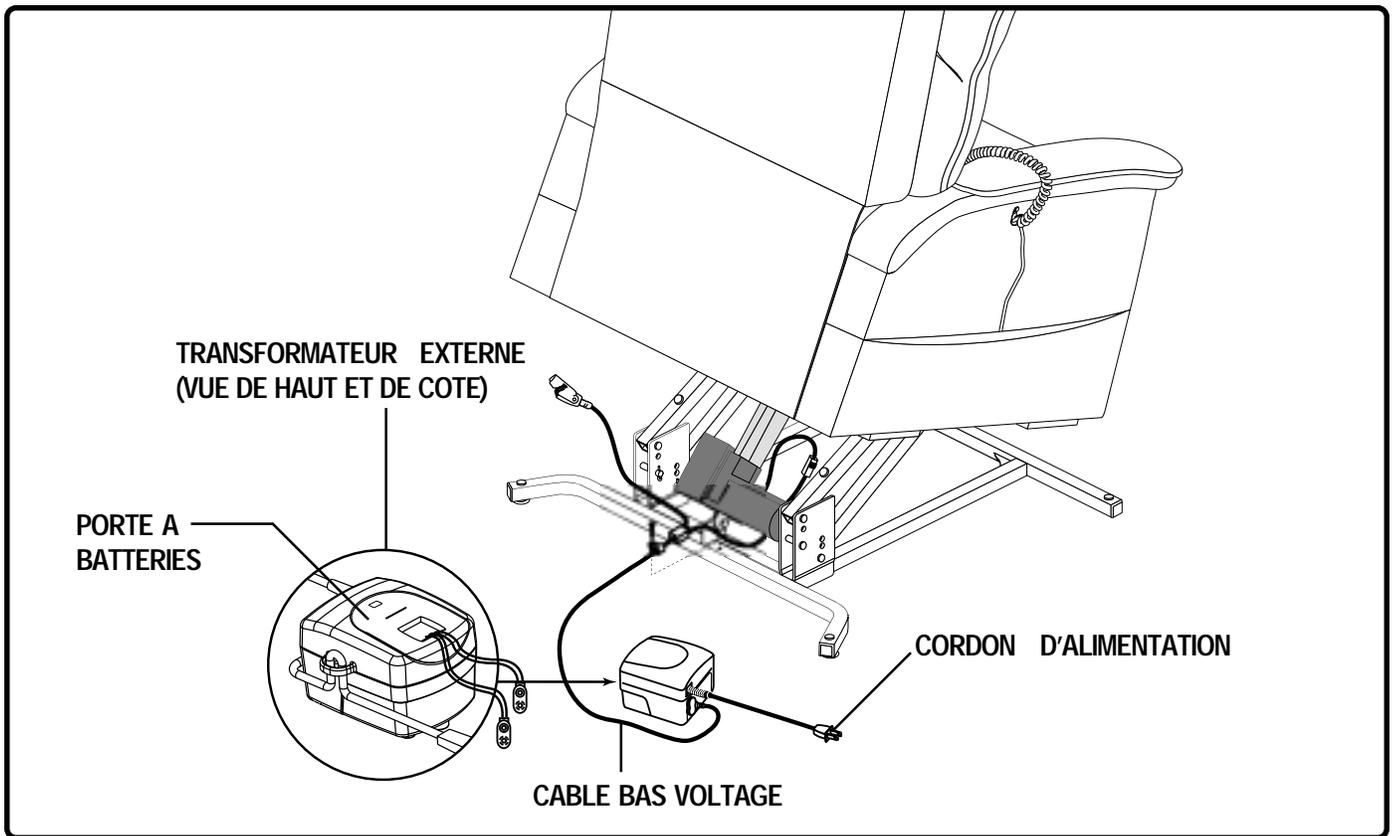

Figure 4.2 Emplacement des batteries sur fauteuil auto-souleveur standard
3. Installez deux batteries 9V dans le transformateur externe (Fig. 4.2 et 4.3).